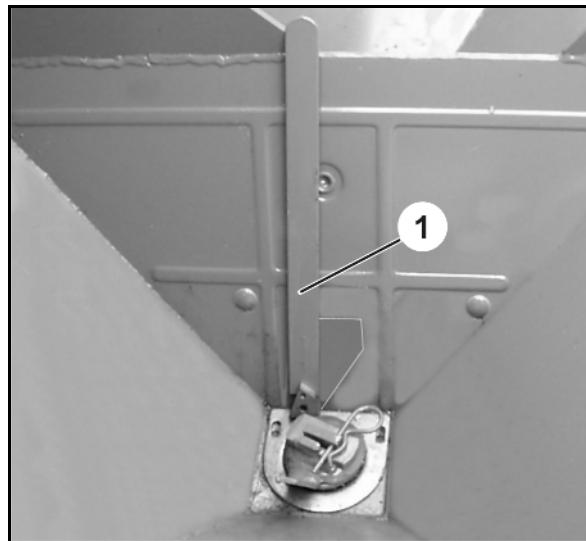

図 104
- シャッターのエッジ(図104/1)は排出口の下側のコーナー(図104/2)とぴったり交差しなければなりません。